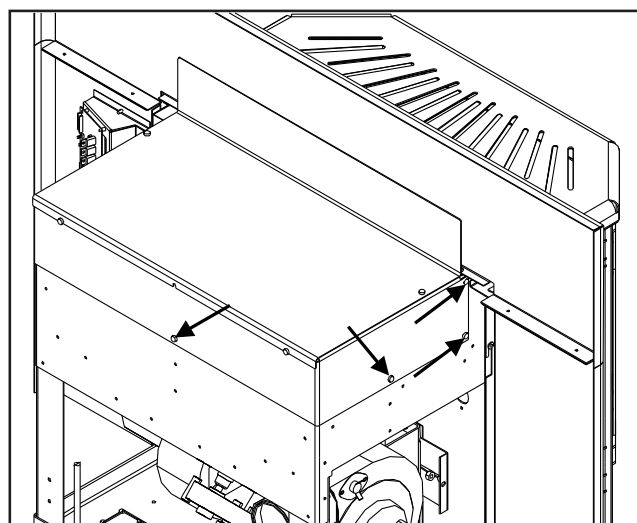

Figure 11: trémie vis de l'extension de placement
Pour modifier la hauteur de la trémie arrière haut ou le bas, retirez les sept (7) vis T-20, trois (3) de chaque côté et un (1) à l'arrière. Le placement de vis est représentée Figure 11. Déplacer l'ensemble de trémie sur la position désirée et de remplacer les vis. Lorsque la trémie est en place, il est recommandé que le silicone est utilisé pour sceller la lèvre inférieure de la trémie arrière et les côtés